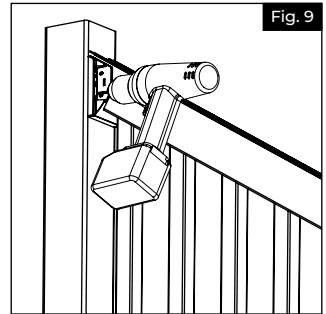

Fig. 9
- Asegúrese de que los travesaños estén completamente asentados con los barrotes y nivelados y centrados en la funda del poste. Mientras sostiene el soporte superior ajustado al travesaño desde abajo, y usando una broca de $\frac{1}{8}$ ", taladre el primer agujero del tornillo del soporte superior (Fig. 9). Taladre a través del agujero del soporte, la funda del poste de vinilo y el inserto de vinilo e instale sin apretar el primer tornillo #10 de $1\frac{1}{2}$ ".